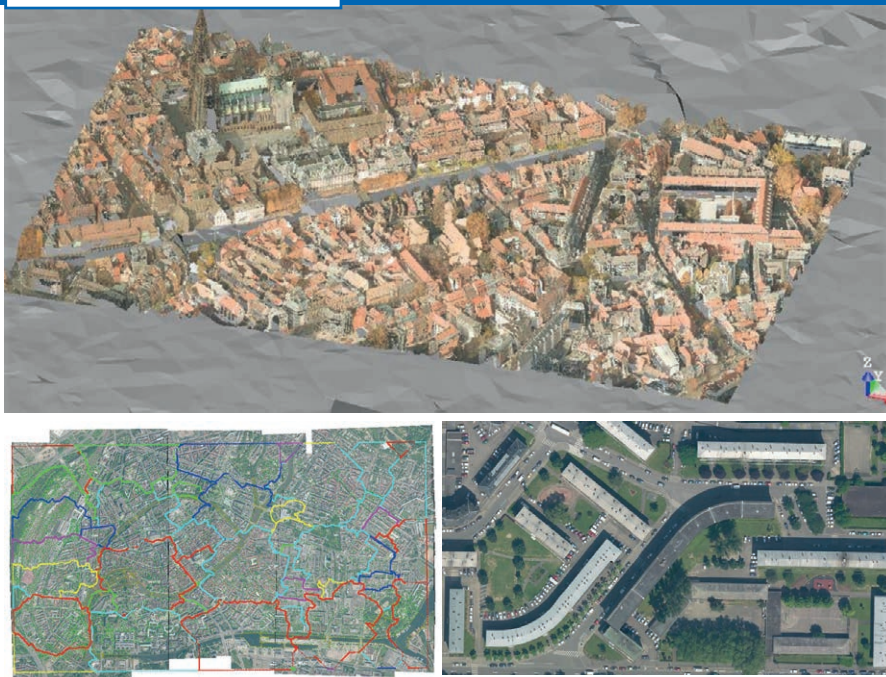

Figure 3. Illustrations de travaux d'étudiants en projet d'imagerie - 2 semaines intenses sur postes
- **Projet d'imagerie (42 h)** : couvrant 2 semaines bloquées, ce module a pour objectif de faire manipuler et de savoir qualifier diverses sources de données images susceptibles d'être utilisées pour la représentation, l'analyse et la gestion du milieu urbain. La combinaison de données acquises par avion ou par satellites, du domaine du visible à l'infrarouge, à partir de capteurs passifs et actifs est basée sur une approche multi-échelles permettant aux étudiants de se familiariser avec différents outils de traitement d'images et de recouper les notions apprises dans divers enseignements (figure 3).
- **Scanners laser et nouvelles technologies (15 h)** : l'objectif de ce cours et des Travaux pratiques (TP) associés est de maîtriser les bases de la numérisation 3D au scanner laser et du traitement de nuage de points. Quelques heures de cet enseignement sont réservées à une nouvelle technique ou un enseignement non abordé par ailleurs, variant tous les ans (exemple : bathymétrie, cartographie mobile).